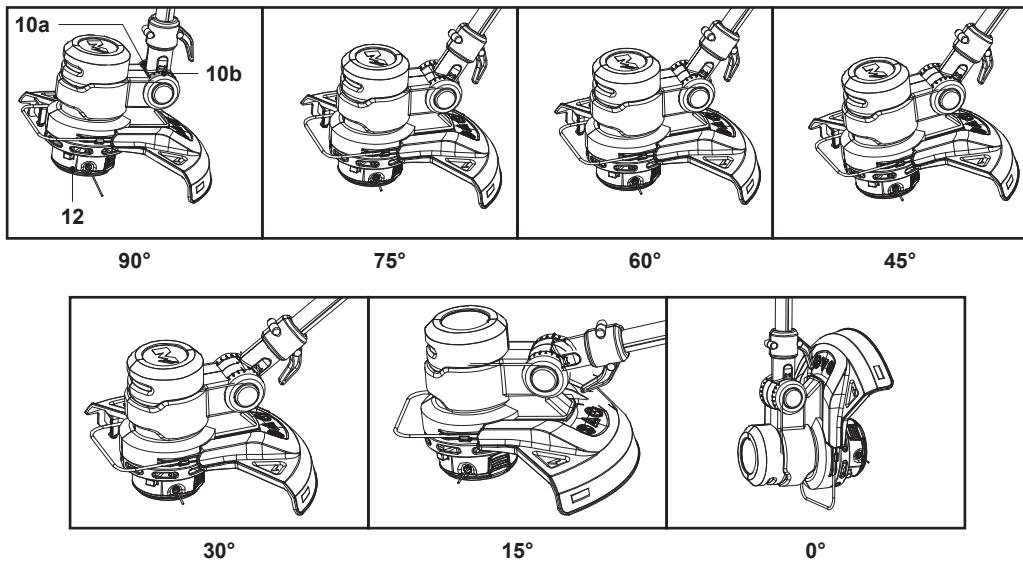

Fig. 8
Incline el ángulo del cabezal de corte (12) para que se ajuste a las condiciones del terreno para recortar o bordear, alineando el indicador (10a) con la línea de indicación (10b) (Fig. 8).